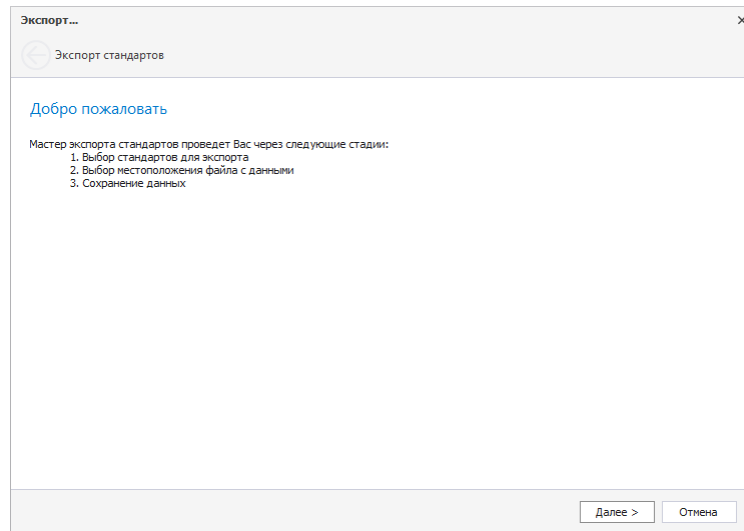

Рис. 8 Начало экспорта
2. В открывшемся окне экспорта нажмите «Далее», Рис. 8.